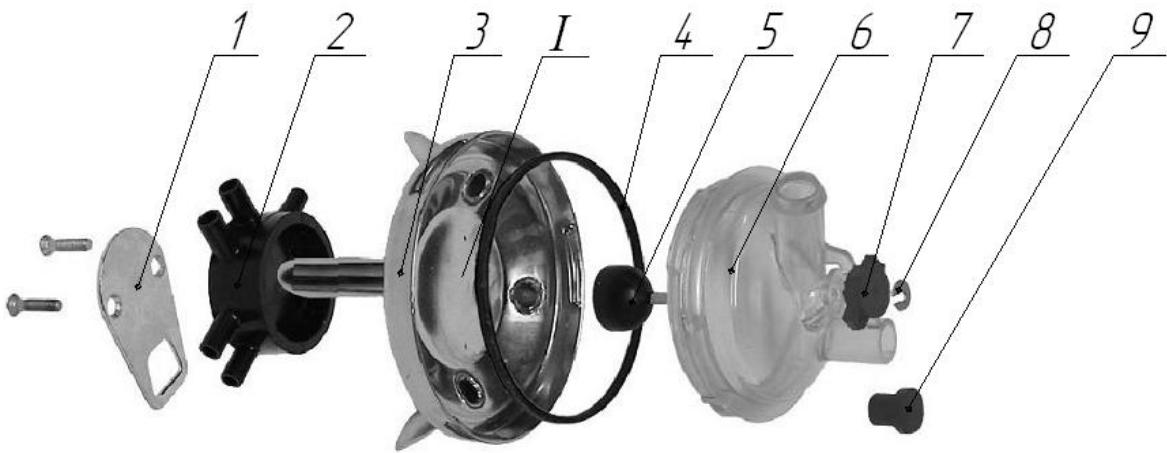

Рисунок 10 – Коллектор для попарного доения:
**Коллектор.** Коллектор (рисунок 10) предназначен для: